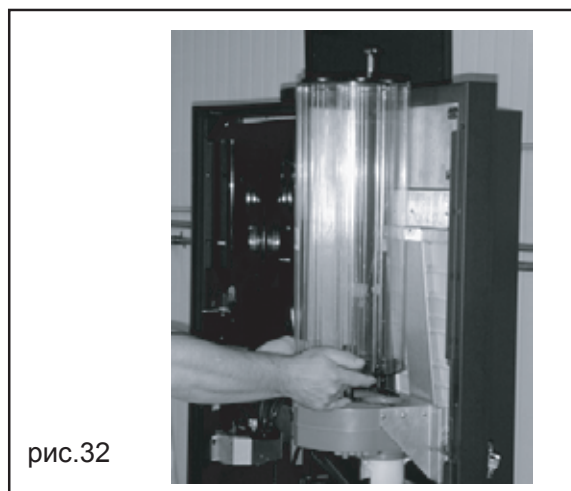

рис.32
- снимите стаканную стойку (рис. 32);